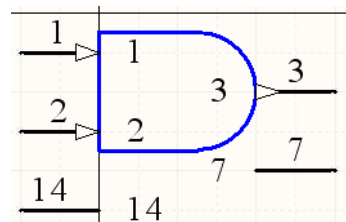

图4-34 部件A显示出隐藏的电
- (1) 为元件添加VCC (Pin14) 和GND (Pin7) 引脚，将其Part Number属性设置为0，Electrical Type设置为Power，Hide状态设置为hidden，Connect to分别设置为VCC和GND。
- (2) 从菜单栏中执行View→Show Hidden Pins命令以显示隐藏目标，则能看到完整的元件部件如图4-34所示，注意检查电源引脚是否在每一个部件中都有。